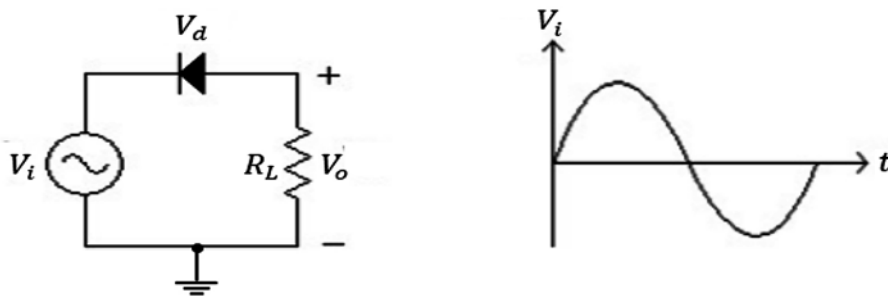

Figura 3.20 Ejercicio de aplicación señal de entrada. Fuente: Elaboración propia
- b) En el circuito de la figura 3.20, se pide dibujar el voltaje sobre la carga y sobre el diodo. Considere un diodo ideal.